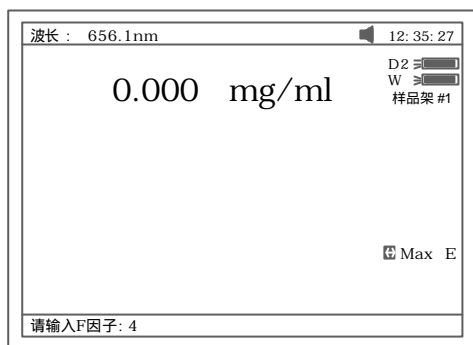

图 23
- a. 按【F3】直接输入已知浓度因子 F 的值后, 按【ENTER】确认, 图 23. 然后将待测溶液置入光路读取浓度值 ;